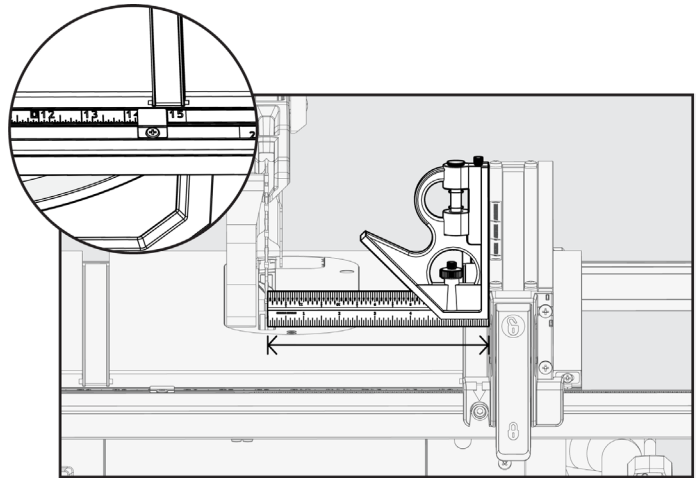

Figura 35
1. Utilizando una herramienta de medición de precisión, mida la distancia desde la cara interior de la cuchilla hasta el borde de la ranura de inglete. Vea la Figura 35.